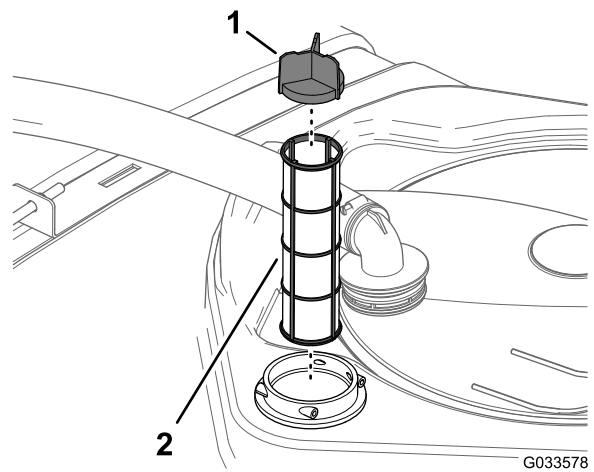

**Figura 104**
2. En la parte superior del depósito de fumigación, retire la horquilla de retención que sujeta el acoplamiento que está conectado a la manguera grande y al alojamiento del filtro (Figura 104).
3. Retire la manguera y el acoplamiento del alojamiento del filtro (Figura 104).